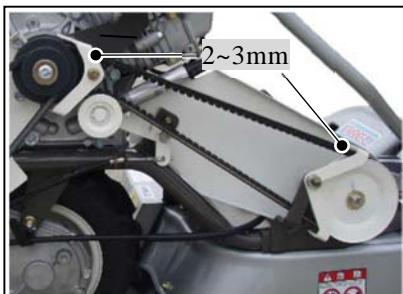

図3
- 3)エンジン側、ナイフ側ともにベルトとベルト押さえとの間隔がともに2~3mmになるよう図3を参考にベルト押さえの位置を調整してください。